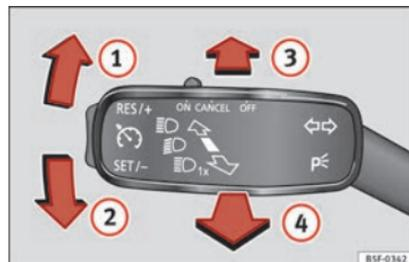

Fig. 130 Levier des clignotants et des feux de route.
- Déplacez le levier » fig. 130 vers le haut ① ou vers le bas ②.
- Poussez le levier » fig. 130 vers l'avant dans le sens de la flèche ③.
- Les feux de route s'éteignent et le levier revient à la position d'origine dans le sens de la flèche ④.
- Tirez le levier » fig. 130 vers le volant (jusqu'à la butée) dans le sens de la flèche ④.
- Déplacez le levier des clignotants » **fig. 130** » page 128 vers le haut ou vers le bas – les feux de position du côté droit ou gauche du véhicule s'allument. **»**